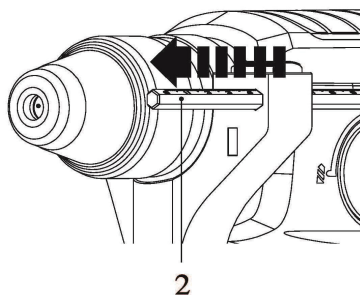

Fig. 5
- >Inserir o batente de profundidade (2) através do orifício, conforme indicado. (Fig. 5).
- >Alinhar a ponta do batente de profundidade (2) com a ponta da broca. Puxar agora o batente de profundidade (2) para trás pela profundidade de furação necessária.